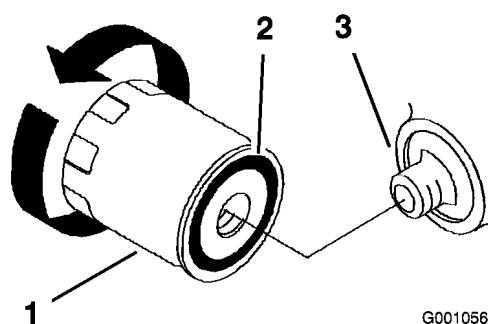

Figure 34
2. Retirez le filtre usagé (Figure 34).
4. Appliquez un mince film d'huile neuve sur le joint en caoutchouc du filtre de rechange (Figure 34).
5. Posez le filtre à huile de rechange sur l'adaptateur, tournez le filtre dans le sens horaire jusqu'à ce que le joint en caoutchouc touche l'adaptateur, puis serrez le filtre de 3/4 de tour supplémentaire (Figure 34).